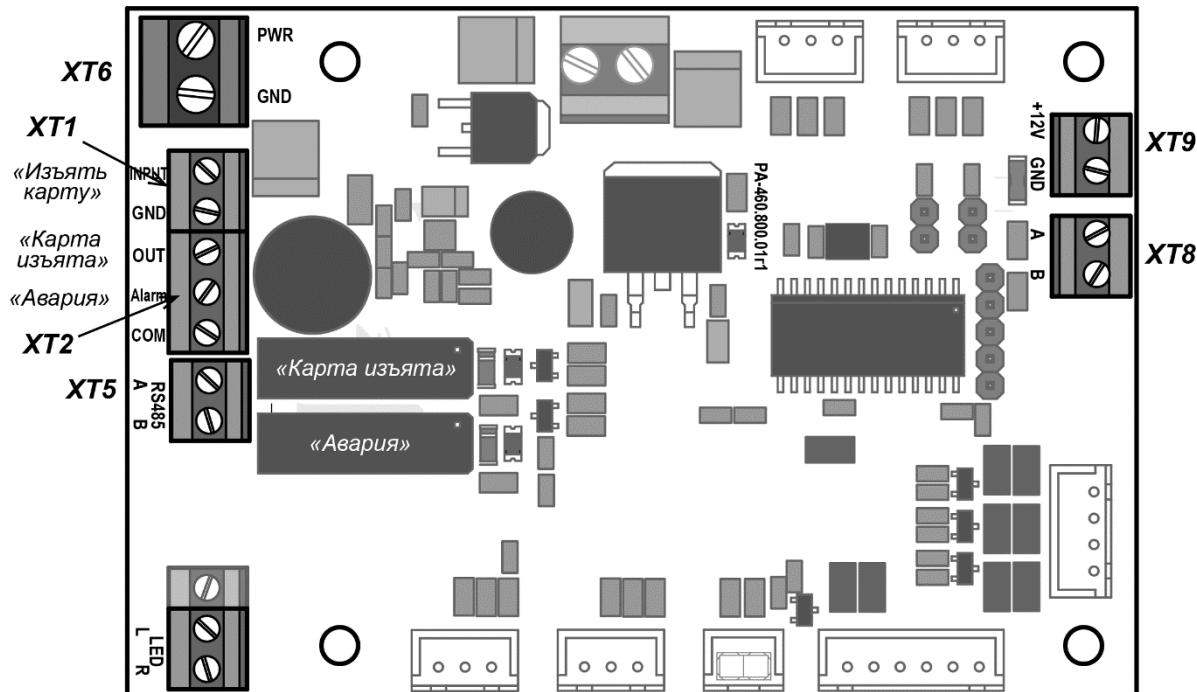

Рисунок 2. Внешний вид платы управления картоприемника
3. Если предъявленная карта является временной картой посетителя и требует изъятия, то контроллер СКУД подает управляющий сигнал на вход платы управления картоприемника «Изъять карту» (контакт *INPUT XT1*, см. рис. 2). Подсветка щели для приема карт перейдет в режим мигания с частотой 2 раза в секунду, указывая на то, что карта подлежит изъятию.
5. При падении карты в контейнер второй оптический датчик фиксирует факт изъятия карты. В этом случае картоприемник закрывает шторку, подсветка щели для приема карт вновь становится постоянной. Одновременно с выхода платы управления картоприемника «Карта изъята» (контакт *OUT XT2*, рис. 2) подается управляющий сигнал, являющийся для контроллера СКУД подтверждением разрешения прохода. По данному сигналу контроллер СКУД разрешает проход в данном направлении (подает соответствующий сигнал на механизм управления турникетом) и после прохода через турникет снимает сигнал «Изъять карту». По снятию сигнала «Изъять карту» картоприемник снимает сигнал «Карта изъята».
6. Третий оптический датчик картоприемника отслеживает факт заполнения контейнера картоприемника. При его заполнении картоприемник передает в контроллер СКУД сигнал «Авария» (контакт *Alarm XT2*, рис. 2), подсветка приемной щели картоприемника перейдет в режим мигания с частотой 1 раз в 2 секунды, тем самым предупреждая о необходимости освободить контейнер от изъятых карт. Если контейнер не освобождается, то после приема еще 9 карт работа картоприемника блокируется, подсветка приемной щели гаснет. Разблокировка картоприемника происходит автоматически после освобождения контейнера от карт (порядок выемки и установки контейнера приведен в п. 4.3). Также сигнал «Авария» подается в контроллер СКУД при возникновении неисправностей механизма картоприемника.
Внешний вид платы управления картоприемника показан на рис. 2. На плате расположены клеммные колодки: